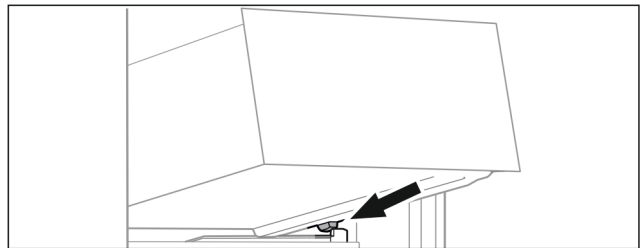

Fig. 76
- ▶ Встановити висувний ящик за стопорами на ребро для резервуару навкоси. (див. Fig. 76)